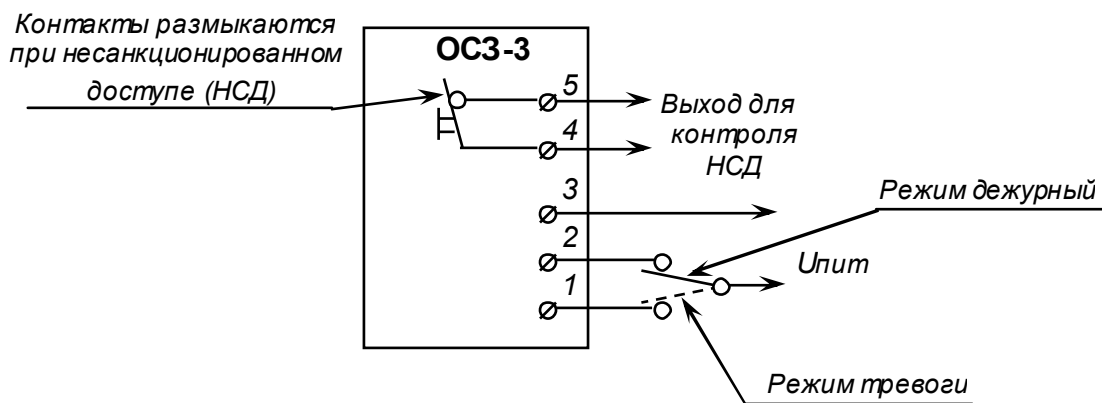

Рис.3 Пример подключения оповещателя ОСЗ
- 5.4 Оповещатели ОСЗ-3 подключайте по схеме, приведенной на рис. 3.